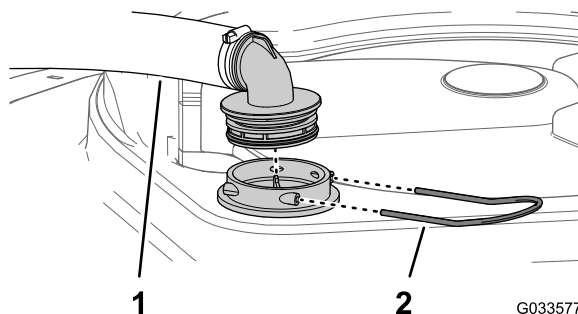

图58
2. 在打药机药缸的顶部，拆下固定从过滤器外壳连接至大软管的软管接头的卡环（图58）。
3. 从过滤器外壳上拆下软管和软管接头（图58）。